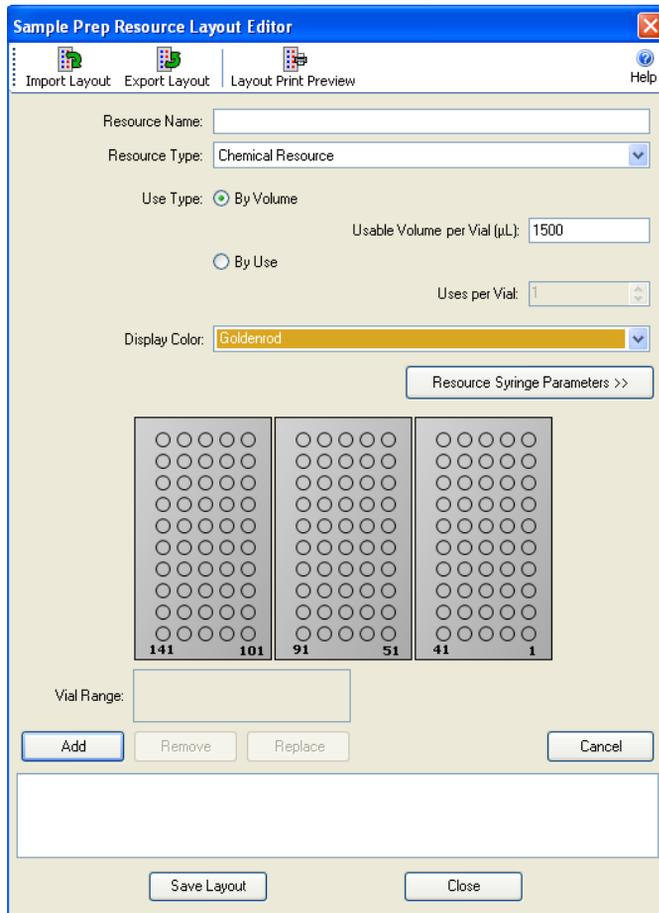

Abbildung 3 Sample Prep Resource Layout Editor
- 2 Gehen Sie zu **Instrument > Resource Layout...**, um das Ressourcen-Layout mit dem Sample Prep Resource Layout Editor (Abbildung 3) zu konfigurieren.